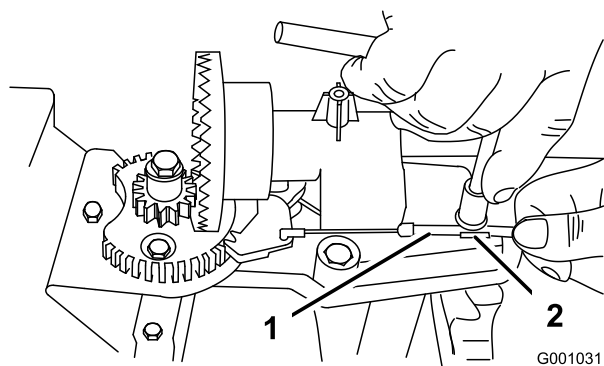
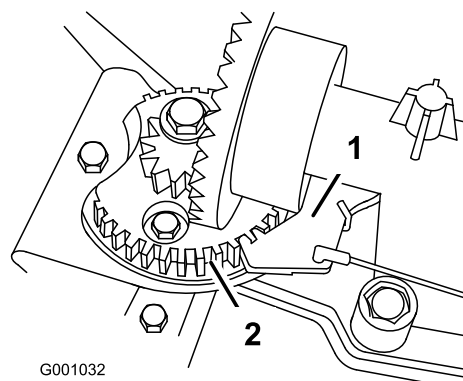

Figura 47
Figura 48
2. Allentate il bullone sul serrafilò per cavi (Figura 47).
3. Afferrate la guaina del cavo e spostatela verso la parte anteriore della macchina finché il fermo del camino di scarico non s'innesta completamente nei denti degli ingranaggi (Figura 47 e Figura 48).
**Nota:** Il fermo a molla si inserisce automaticamente tra i denti degli ingranaggi (Figura 48).